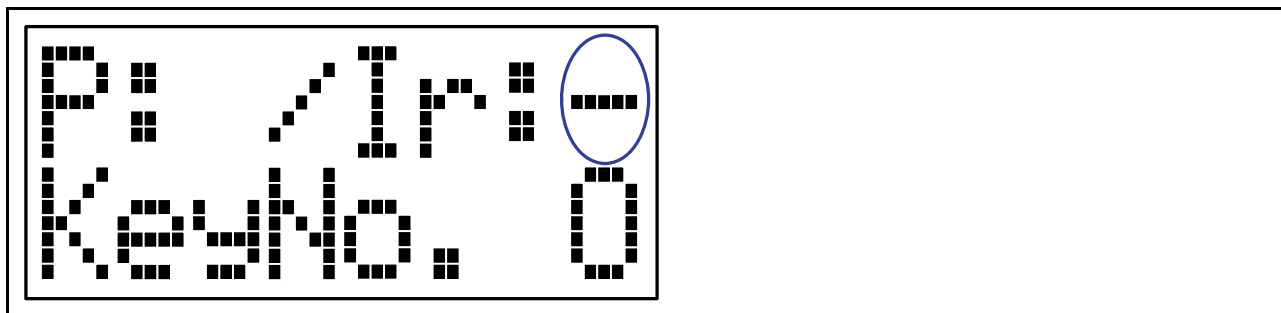

図 3.6 リモコン受信LCD表示
- 受信状態をRSKR8C2Dに付属しているLCDに表示します。図 3.6の○の位置に“Y”または“-”を表示します。